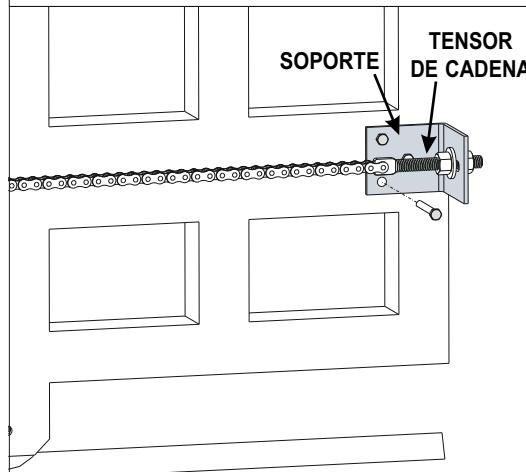

Fig. 24
- Fijar dos soportes resistentes en las dos extremidades de la cancelaa para enganchar la cadena (Fig.24)
- Instalar un tensor de cadena en cada soporte para ajustar la tensión de la cadena (Fig.24)